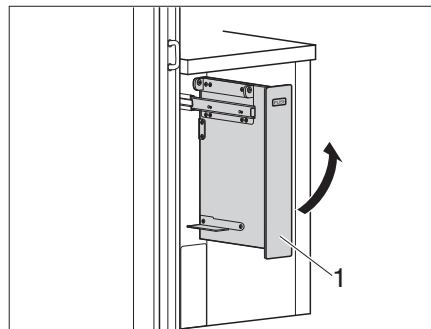

Fig. 120 Basculer l'élargissement vers le haut
- Basculer l'élargissement (Fig. 120,1) vers le haut.
- Basculer l'élargissement (Fig. 120,1) vers le bas.